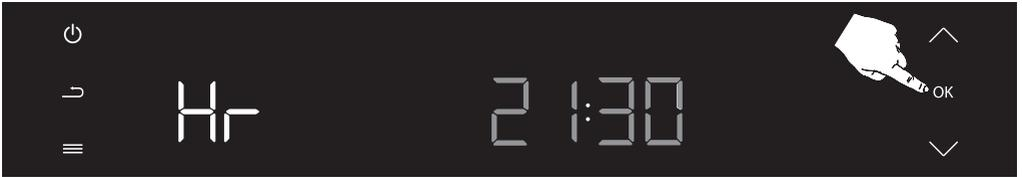

Abbildung 93
Drücken Sie einmal die Bestätigungstaste (OK), um die ausgewählte Minute zu bestätigen. (siehe Abbildung 93)